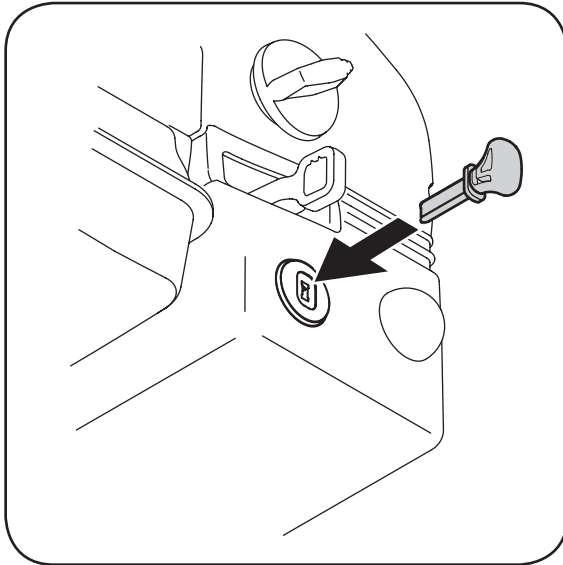

Figure 2-5: La clé de contact est un dispositif de sécurité.
2. Placez la clé de contact dans la fente, Figure 2-5. Vérifiez qu'elle s'emboîte bien. NE la tourez PAS. Le moteur ne peut pas démarrer tant que la clé n'est pas bien enfoncée dans le commutateur d'allumage.